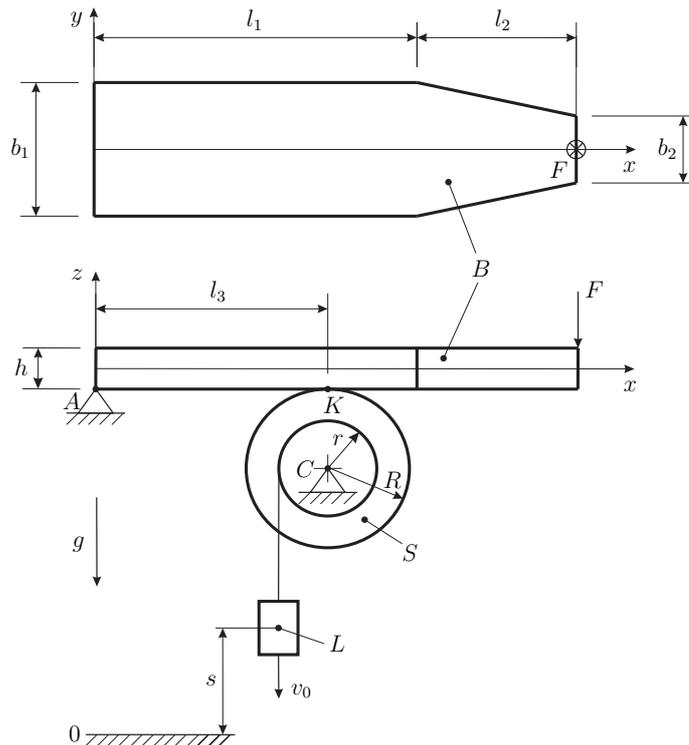

Abbildung 1: Seiltrommel mit Bremse.
1. Gegeben ist das in Abbildung 1 dargestellte mechanische System. Eine zum Zeitpunkt t_0 mit der Geschwindigkeit v_0 sinkende Last L (Masse m) an einer Seiltrommel S (Trägheitsmoment J) wird mithilfe des Balkens B (Dichte ρ), welcher an der Stelle K einen Kontakt mit der Trommel S (Gleitreibungskoeffizient μ) besitzt, auf dem Sinkweg mit der Länge s zum Stillstand gebracht. Der Balken B ist in A und die Seiltrommel S in C drehbar gelagert. Es soll die zur Abbremsung notwendige, zeitlich konstante Kraft F unter Berücksichtigung des Eigengewichts des Balkens B berechnet werden. Der Radius r der Seiltrommel kann als konstant und das Seil als masselos angenommen werden. Die Reibung in den Gelenken A und C kann vernachlässigt werden. Betrachten Sie die folgenden Größen als gegeben: $v_0, m, \rho, \mu, b_1, b_2, h, l_1, l_2, l_3, r, R, J, s, x_s, y_s, z_s$.